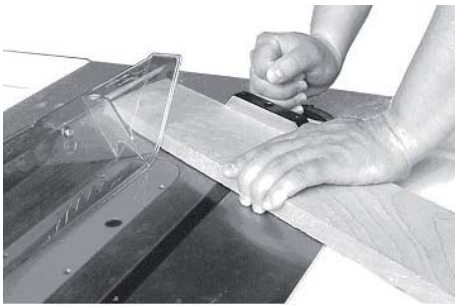

Рис. 35
- Поперечний розпил, що виконується під кутом до пругу заготовки, називається спилювання під кутом 45° (рис. 35).